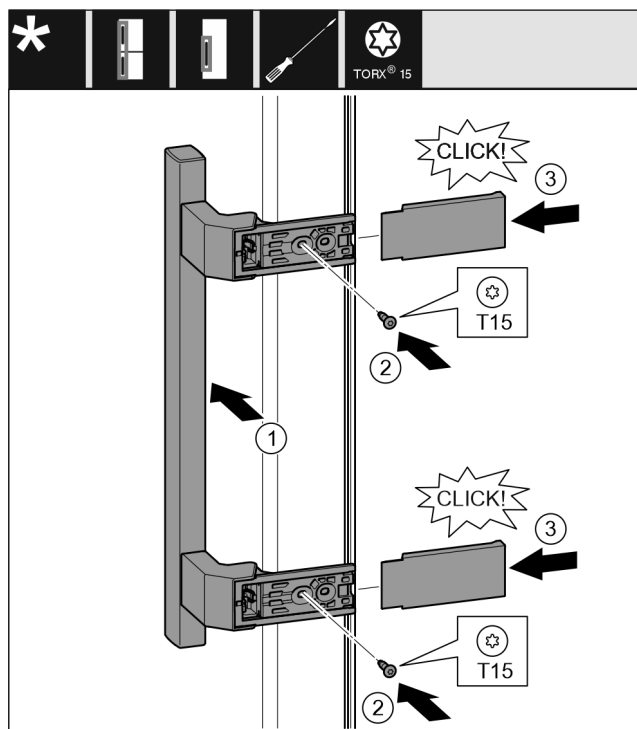

Fig. 40
- ▶ Nasadte madlo na protilehlé straně. Fig. 40 (1)
- ▶ Šroubovákem T15 pevně utáhněte šrouby. Fig. 40 (2)
- ▶ Z boku nasadte a nasuňte kryty. Fig. 40 (3)